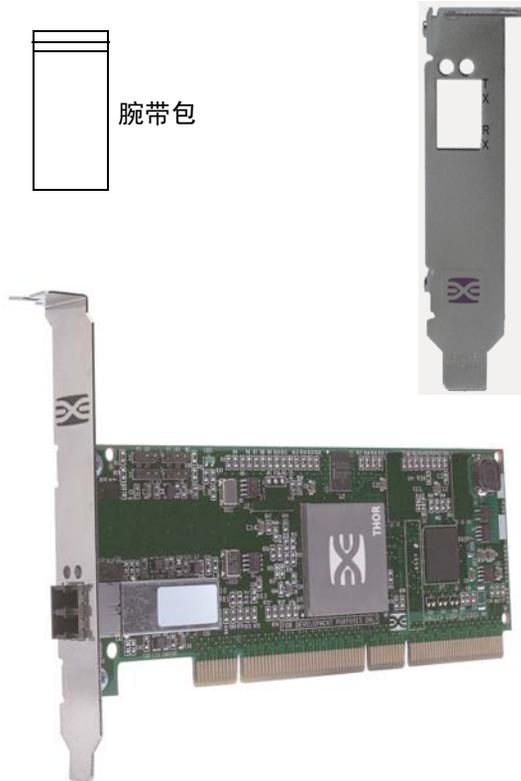

图 1 HBA 封包中的物品
- 检验 Sun StorEdge Enterprise 2 Gb FC 单端口和双端口 HBA 是否附带下列各项 (请参见图 1):